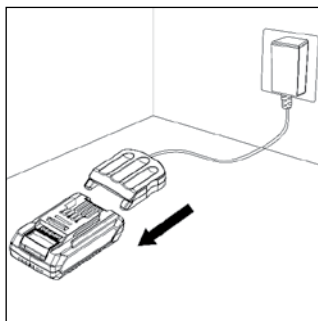

Рис. 9
- Убедитесь, что напряжение вашей сети соответствует напряжению, указанному на стикере зарядного устройства. Вставьте вилку зарядного устройства в сетевую розетку, после чего светодиод загорится зеленым (рис. 9).